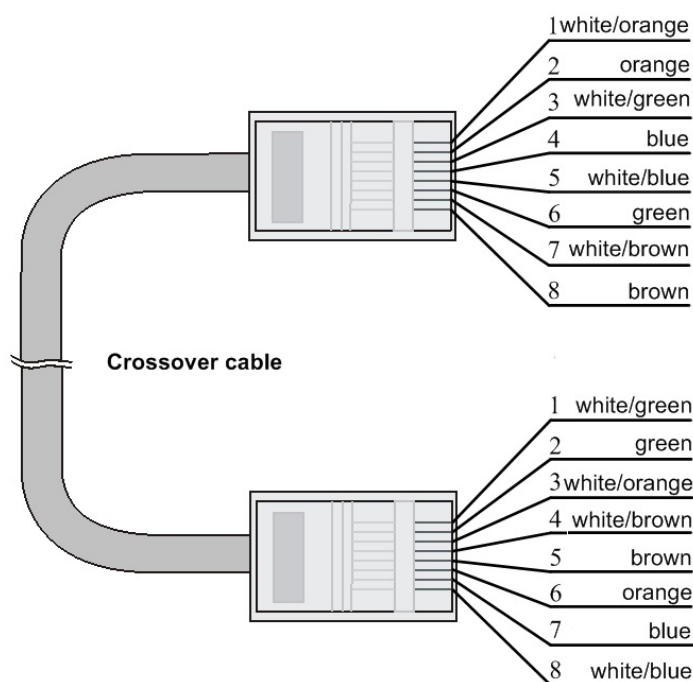

図 8-3 クロスケーブル（10Base-T/100Base-TX/1000Base-T）
- クロスケーブル** : 10/100/1000BASE-T クロスケーブルの結線を図 8-3に示します。10/100/1000BASE-T クロスケーブルは、100BASE-TX のクロスケーブルと結線が異なります。100BASE-TX のクロスケーブルは片端のピン配置が 568B 規格ですが、もう片端のピン配置は 568A 規格に従います。一方、10/100/1000BASE-T クロスケーブルの片端のピン配置は 568B 規格に従いますが、もう片端は 568A ではありません。